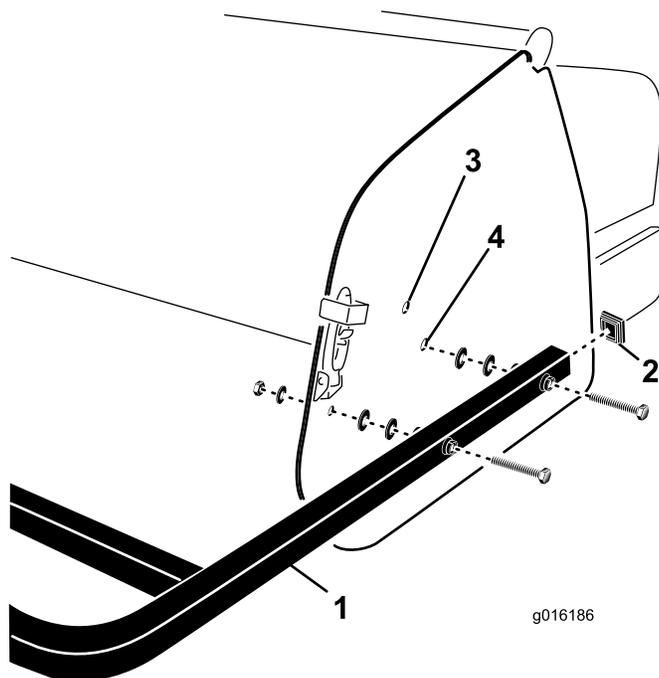

Figura 28
1. Inserite i tappi terminali nelle estremità dei tubi della protezione posteriore (Figura 28).
2. Allineate i fori nei tubi di montaggio protezioni posteriori con quelli esistenti sulle piastre laterali dell'arieggiatore (Figura 28).
3. Fissate i tubi di montaggio della protezione sulle piastre laterali con (4) viti, rondelle piane e dadi (Figura 28).